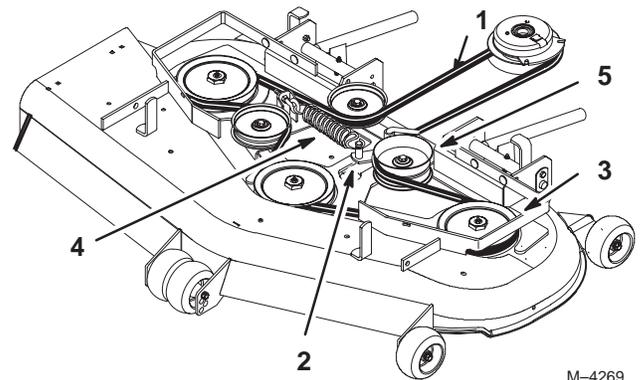

Figure 67
7. Remettez la poulie de tension en place et installez la courroie sur les autres poulies (Fig. 67).
4. Déposez la courroie. Commencez à la poulie extérieure et tournez la courroie pour la déposer (Fig. 67).